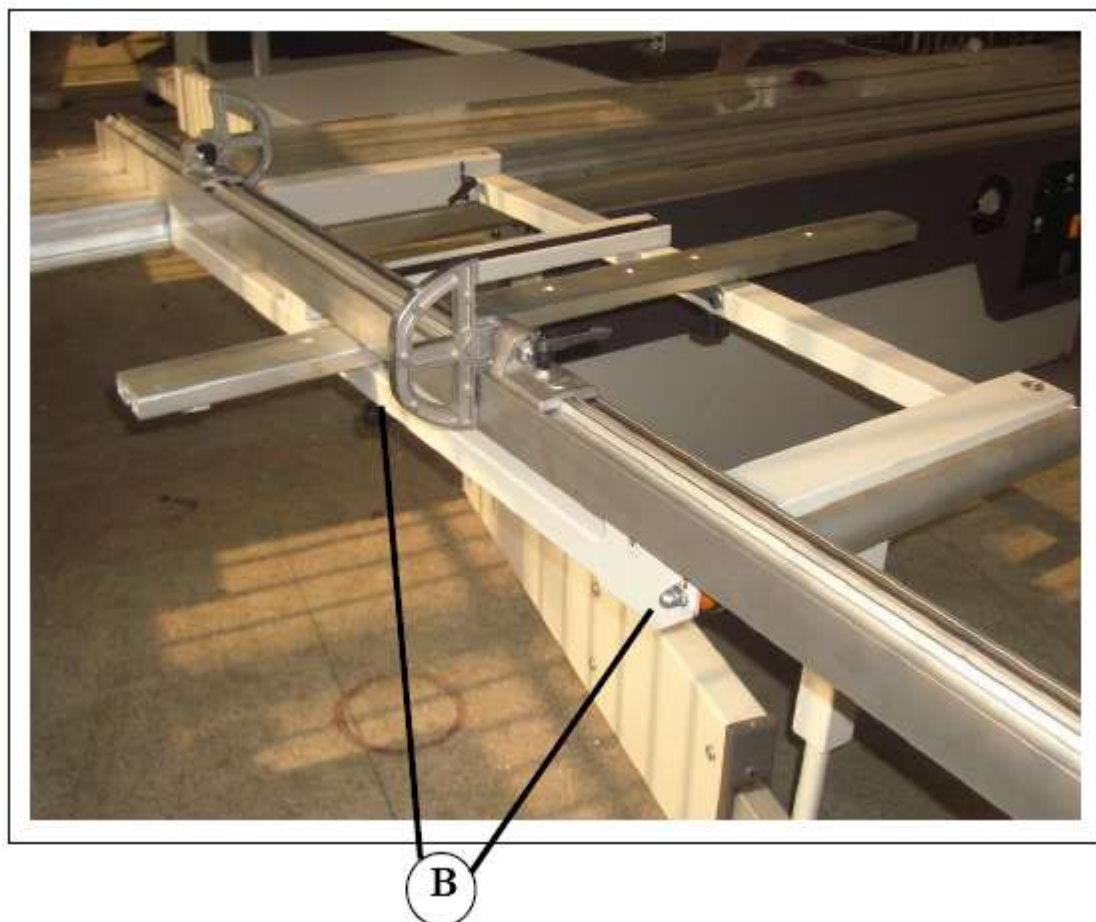
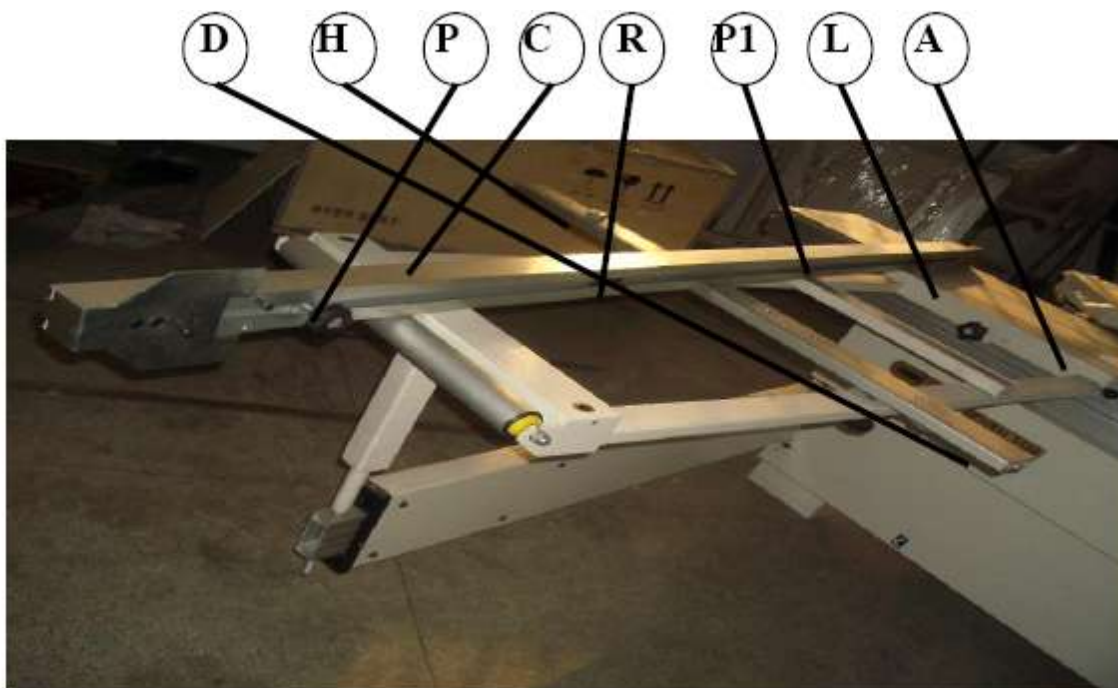
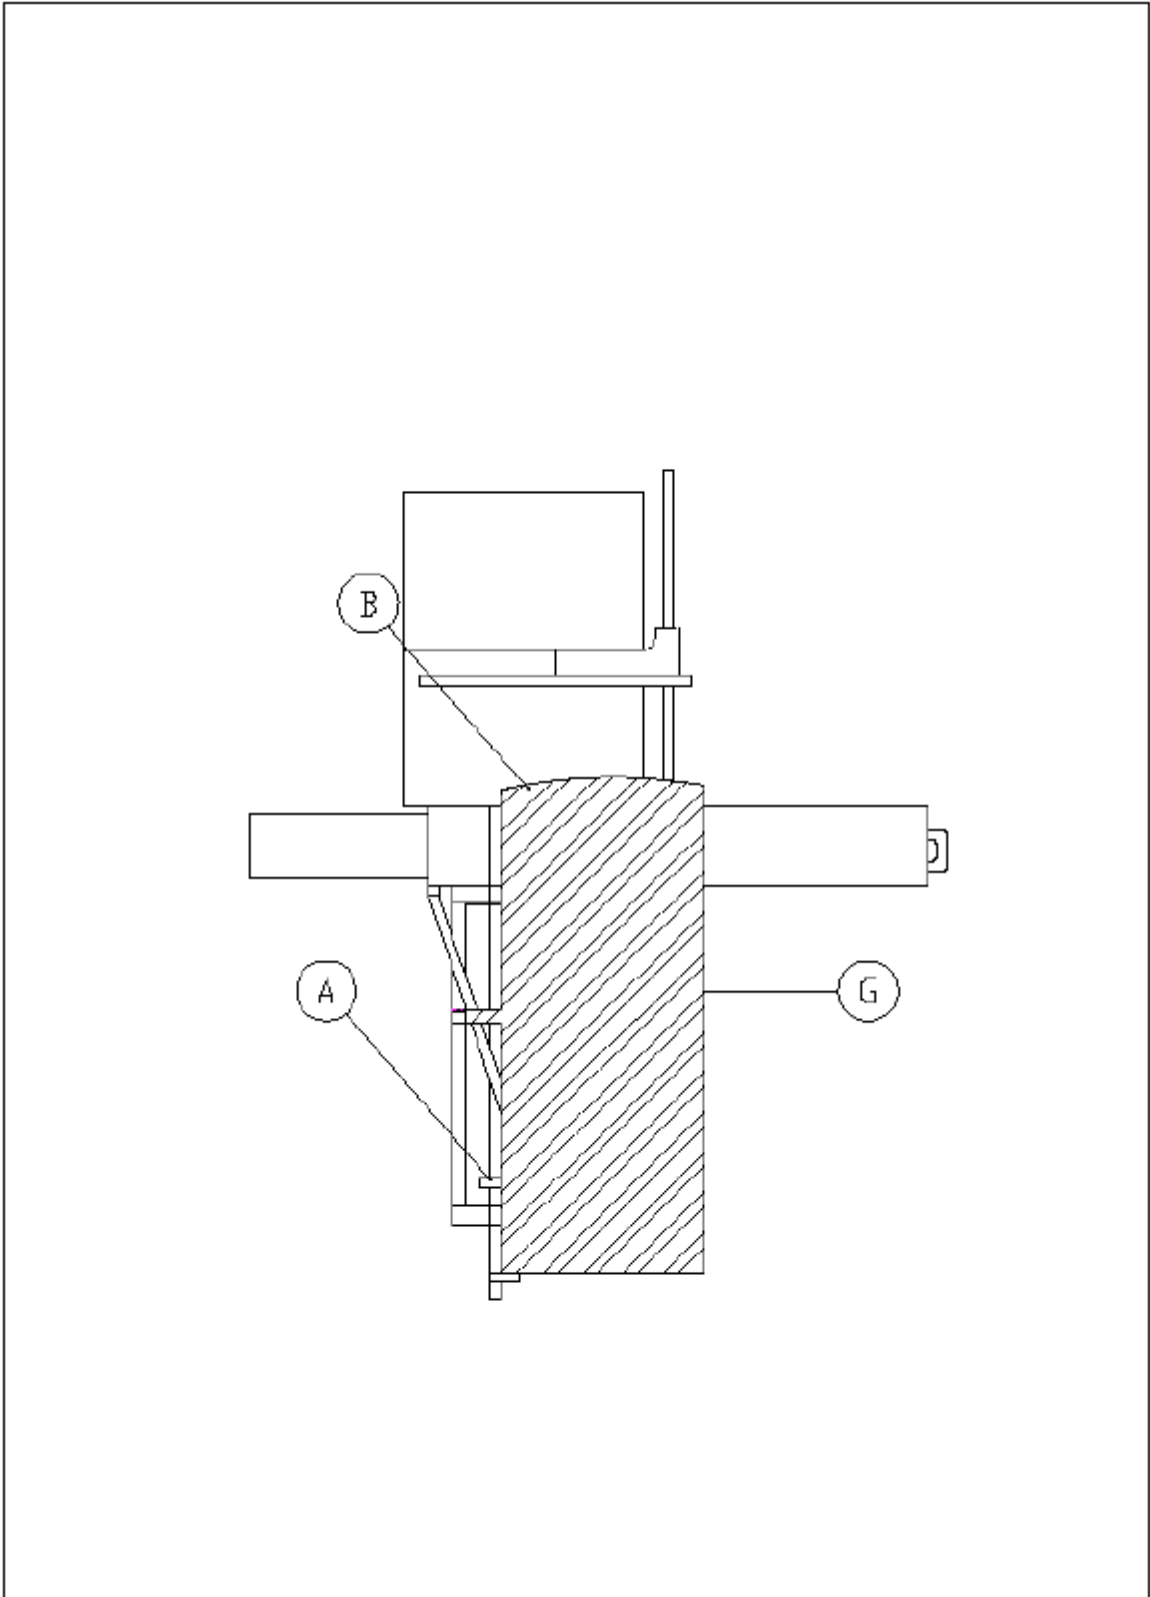

Рис. 2.16
Рис. 2.17
Рис. 2.31
- 5) Зафиксируйте опору с помощью рукоятки В (рис. 2.17), опустите кожух и сделайте тестовый распил.
Для наклонных резов открутите рукоятку В (рис. 2.16) для изменения положения линейки R (рис. 2.17).
- Вставьте штифт Р1 (рис. 2.17) в отверстие А (рис. 2.17) опорного стола и штифт Р (рис. 2.17) в отверстие С (рис. 2.17) траверсы.
Различные угловые положения линейки R (рис. 2.31) возможны с помощью вставки штифта Р (рис. 2.17) в отверстия, соответствующие углам (15°, 30°, 45°).
- Вставьте штифт Р1 (рис. 2.17) в отверстие L (рис. 2.17) и штифт Р (рис. 2.17) в отверстие Н (рис. 2.17).
Поверните панель на 90° и установите обработанную сторону А (рис. 2.31) напротив алюминиевой линейки; зафиксируйте панель с помощью прижимных устройств S (рис. 2.22); выполните рез В (рис. 2.31)
Снова поверните панель на 90°, установите сторону В (рис. 2.31) напротив алюминиевой линейки и обработанной стороны А (рис. 2.31). Напротив упора Т (рис. 2.24) установите размеры пиления; зафиксируйте панель с помощью прижимных устройств S (рис. 2.22); выполните рез С (рис. 2.23).
Снова поверните панель на 90°, установите сторону С (рис. 2.31) напротив алюминиевой линейки и обработанной стороны В (рис. 2.31). Напротив упора Т (рис. 2.24) установите размеры пиления; зафиксируйте панель с помощью прижимных устройств S (рис. 2.22); выполните рез D (рис. 2.23).